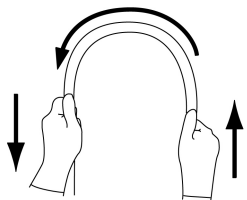

図2
- 6.挿入部を両手で持ち、全長にわたって図2に示すように順次半円の頂点をずらすように曲げたときに、適切な軟らかさを有しており、軟らかさが不連続になっているなどの異常がないこと。